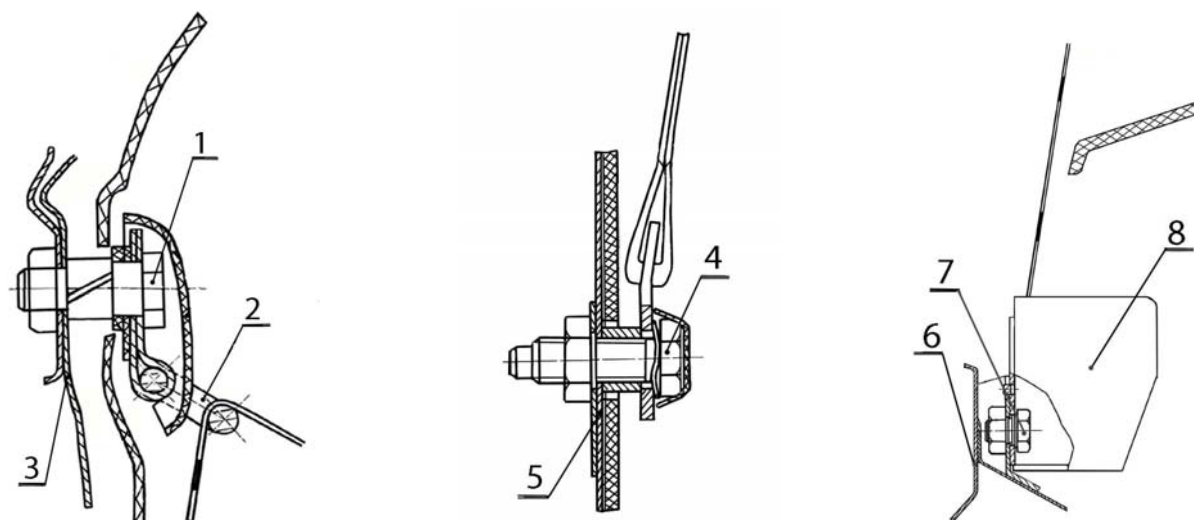

Рис.19. Установка задних боковых ремней безопасности:
9.2.7 Отвернуть болт 1, рис.19, крепления направляющей заднего бокового ремня безопасности на панели боковины кузова, болт 4 крепления ветви ремня на арке заднего колеса, болт 7 крепления катушки 8 ремня безопасности на панели боковины и снять задний ремень с катушкой в сборе (ключ кольцевой 17).